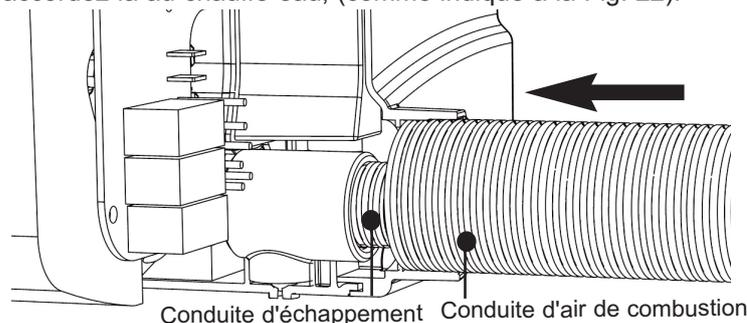

Fig. 22 Rattachement de la conduite d'air de combustion
- ii. Installez la conduite d'air de combustion sur le chauffe-eau en la faisant coulisser sur la conduite d'échappement puis raccordez-la au chauffe-eau, (comme indiqué à la Fig. 22).